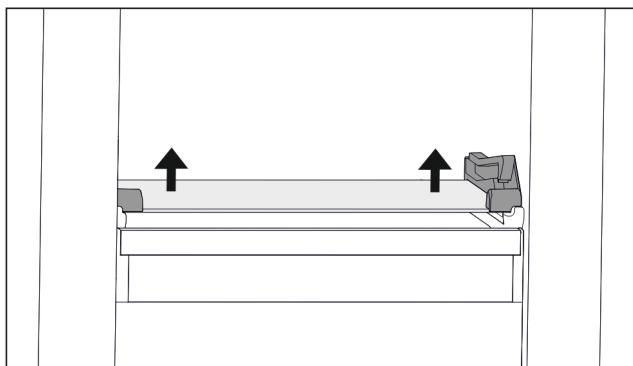

Fig. 61 Стеклянная пластина откидного выдвижного ящика
- Нажмите на стеклянную пластину снизу вверх с обеих сторон. (см. Fig. 61)